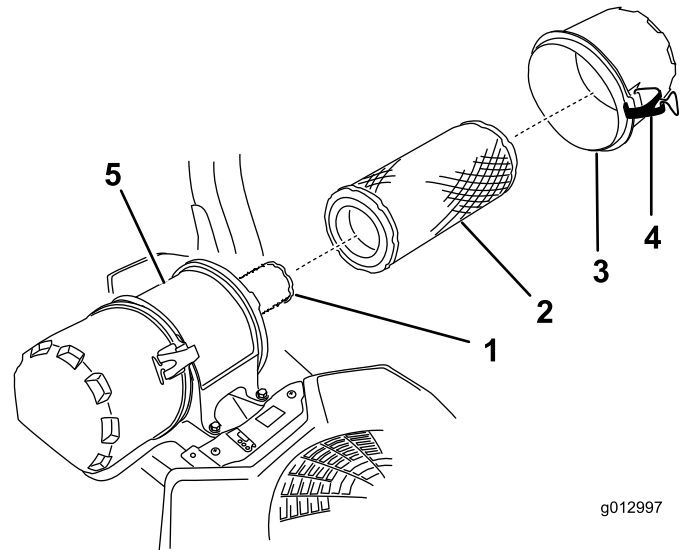

Figura 44
- Abra los cierres del limpiador de aire y tire de la tapa de la entrada de aire para separarla del cuerpo del limpiador de aire (Figura 44).
- Extraiga con cuidado el filtro primario de la carcasa del limpiador de aire (Figura 44).
- Para cambiar el filtro de seguridad, deslícelo cuidadosamente en el cuerpo del filtro (Figura 44).
- Deslice cuidadosamente el filtro primario por encima del filtro de seguridad (Figura 44).
- Instale la tapa del limpiador de aire y fije los cierres (Figura 44).